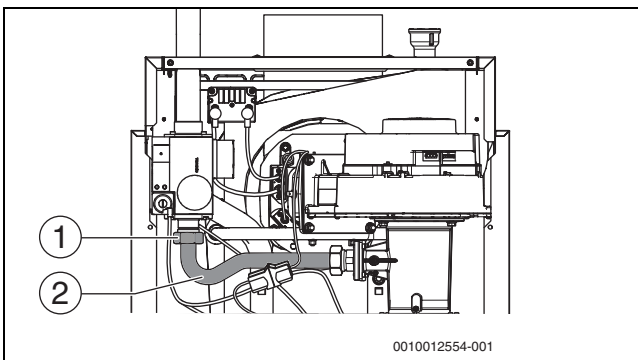

Bild 44 Überwurfmutter mit Gasrohr
- Überwurfmutter (→ Bild 44, [1]) des Gasrohres (→ Bild 44, [2]) lösen.